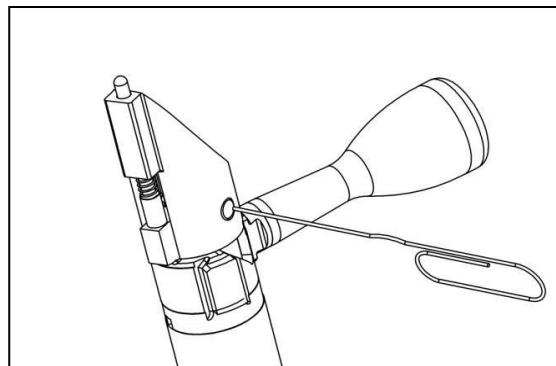

рис. 14
- Удерживая затвор вертикально, уприте его передним торцом в твердую не скользкую поверхность (стол), одной рукой надавите на затыльник затвора (он сдвинется примерно на 1мм), а другой рукой вытолкните штифт затыльника, используя скрепку. После того, как штифт выпал, выньте скрепку и, ослабляя нажим на затыльник, осторожно снимите затыльник, боевую пружину и, затем, ударник (рис. 14)